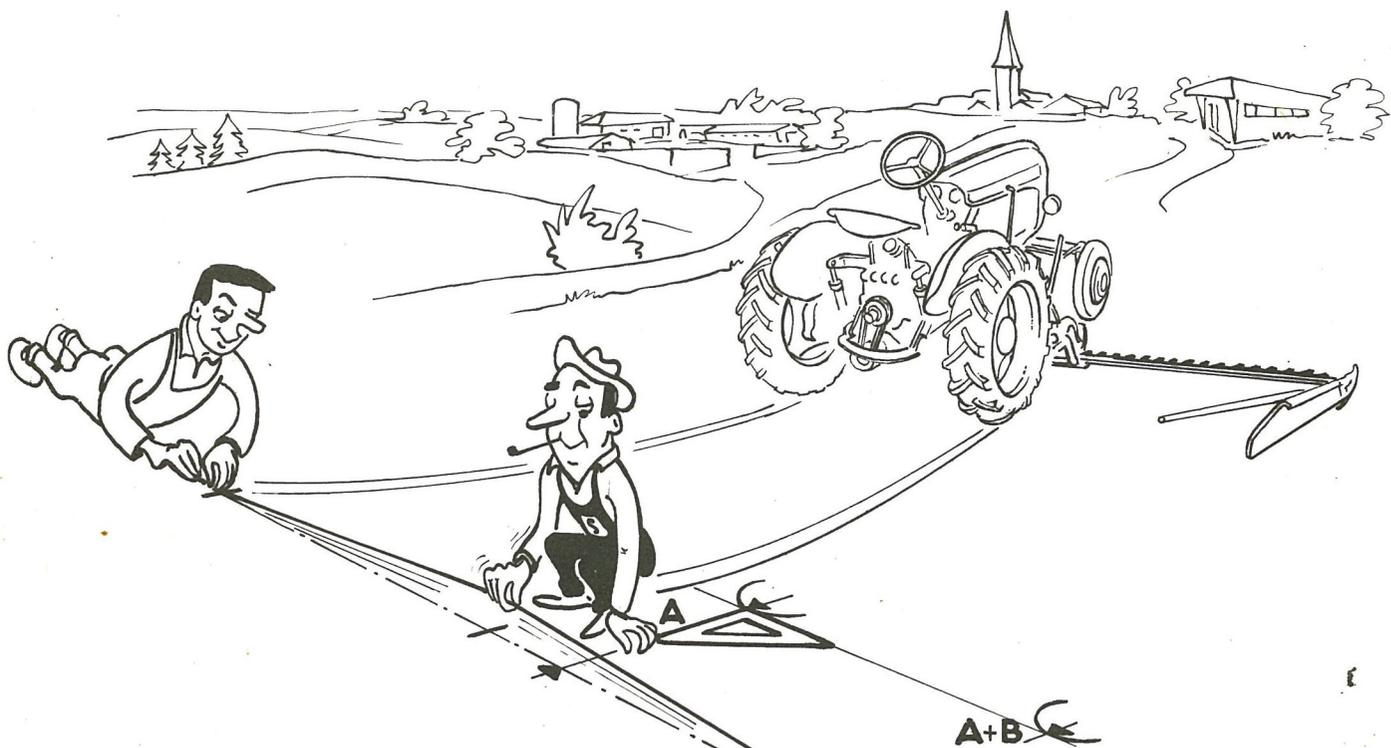

FIG. 24
- Déplacer le tracteur et tracer à l'aide d'un cordeau (fig.24) les deux droites passant par les repères précédemment marqués; axes des roues motrices et porte-lame.
- Mesurer les distances A et A + B (fig.24) qui séparent les deux droites à chaque extrémité de la barre (pour éviter une erreur importante, il est recommandé de se servir d'une grande équerre et de tracer les perpendiculaires).
- Si l'avance est bien réglée, on doit trouver une différence B (fig 24) comparable aux chiffres précédemment notés (4cm pour 1m,67 et 3,5cm pour 1m,52).